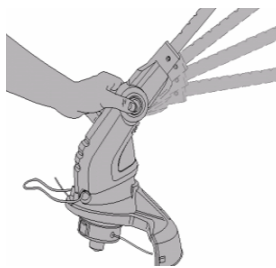

Рисунок 8
Для зміни положення ріжучої головки натисніть на кнопку (5), встановіть головку в необхідне положення і відпустіть кнопку (рисунок 8). Переконайтеся, що обране положення зафіксоване.